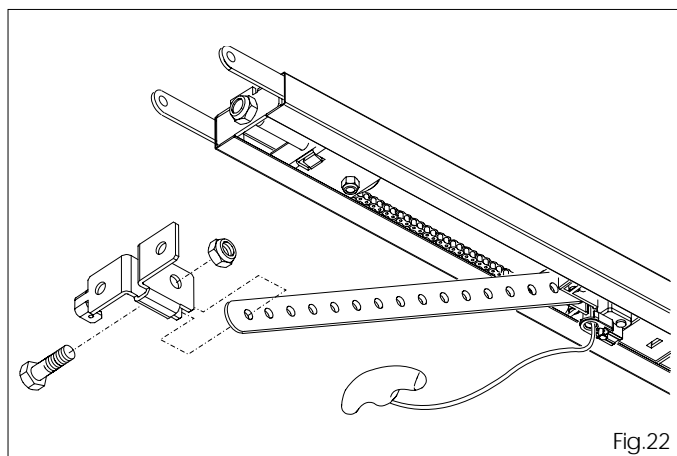

Fig.22
6.17 Fixer le raccord à la tige d'entraînement avec la vis et l'écrou appropriés (fig. 22).